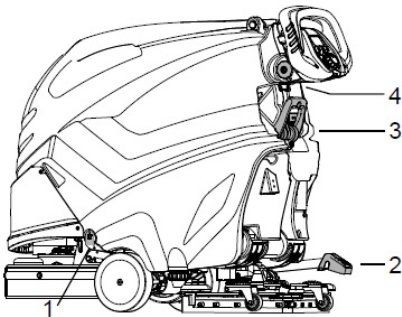

Abb. 7: Bedienelemente
### Tank-Auslöseknopf (Pos. 1, Abb. 7)
**Pedal zum Anheben des Reinigungskopfes (Pos. 2, Abb. 7):** ermöglicht das Anheben und Absenken des Reinigungskopfes.
**Hebel zum Anheben der Saugleiste (Pos. 3, Abb. 7):** Hebt und senkt die Saugleiste.
**Höhenverstellknöpfe des Armaturenbretts (Pos. 3, Abb. 7):** Die beiden Drehknöpfe zum Einstellen der Höhe des Armaturenbretts abschrauben.